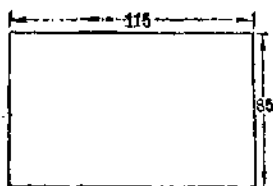

图 7
5. 滑板: 用 85×115 [毫米]² 单层夹板(图 7)(或硬卡纸、薄铁皮均可)制成滑板。将滑板先弯成弧形,然后安装在支架板内侧滑板座上,先用胶水胶好,用大头针固定。胶牢后将大头针拔去。